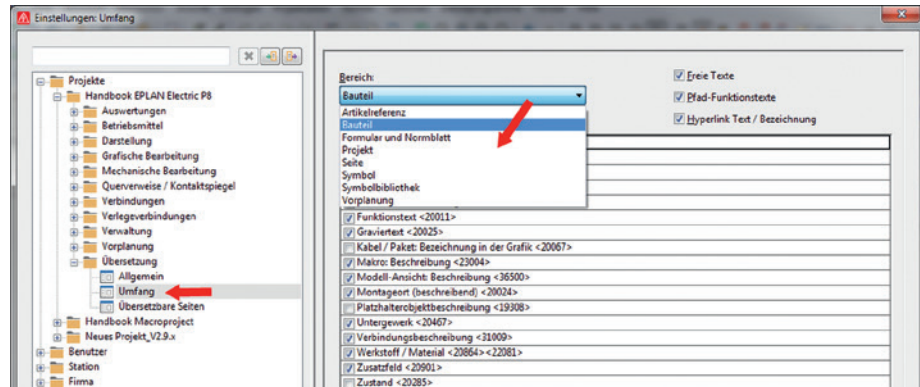

Bild 2.32 Auswahl der Einstellungen für Übersetzungsbereiche
- **Umfang:** Der Punkt ermöglicht es, den Umfang der zu übersetzenden Eigenschaften für bestimmte Texte aus Formularen, Projekten oder Bauteilen festzulegen (Bild 2.32). Aktiv gesetzte Eigenschaften werden übersetzt bzw. durch Abwahl des Häkchens nicht übersetzt. Damit können gezielt bestimmte Eigenschaften von einer Übersetzung ausgeschlossen werden. Die Eigenschaften der Bereiche selbst sind fest von EPLAN vorgegeben und können nicht erweitert werden.